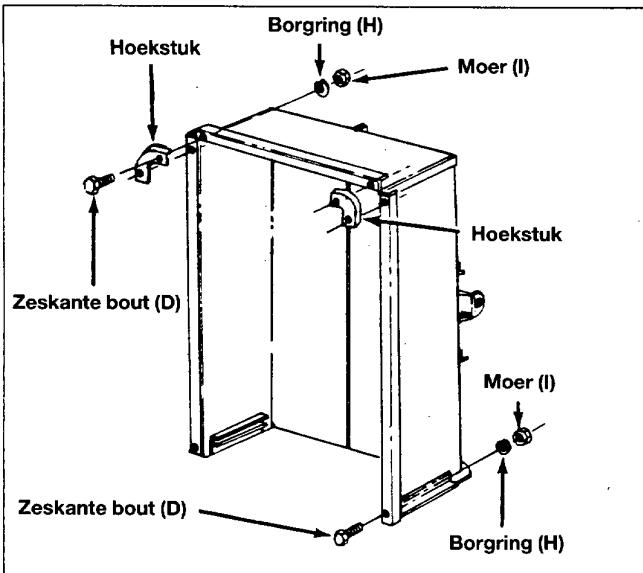

Fig. 10
15. Montere de twee hoekstukken aan de voorkant en twee bouten door de zijkanten en de versterking van de achterklep. Gebruik 6×12 mm zeskante bouten (D), borgringen (H) en moeren (I). Zie fig. 10.